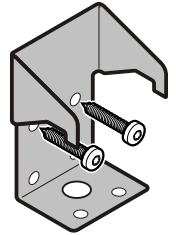

Figure 7
Pour un montage sûr des équerres, utiliser l'une des différentes options de montage illustrées aux figures 7 - 10.
*Pour un montage sûr des équerres, utiliser l'une des différentes options de montage illustrées aux **figures 7 - 10**.*
Montage à l'aide de chevilles murales sur des murs en béton (**Figure 7**).